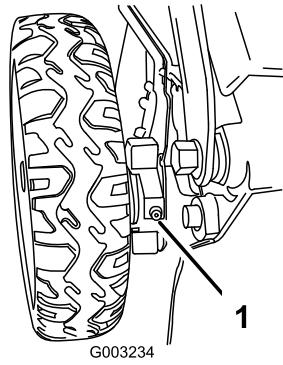

Bild 40
1. Wischen Sie die Schmiernippel innen an den Hinterrädern mit einem sauberen Lappen ab (Bild 40).